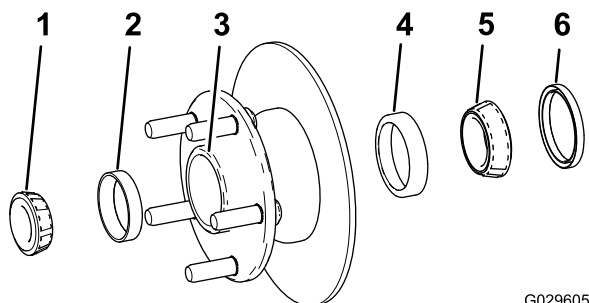

Figura 31
1. Retire el cojinete exterior y el anillo de rodadura del cubo (Figura 31).
2. Retire la junta, el cojinete interior y el anillo de rodadura del cubo (Figura 31).
5. Limpie el hueco del cubo para eliminar cualquier resto de grasa, suciedad y residuos (Figura 31).
7. Instale los anillos de rodadura interior y el exterior del cojinete en el cubo (Figura 31).
8. Llene el hueco del cubo hasta un 50-80% de su capacidad con grasa del tipo especificado (Figura 31).
9. Monte el cojinete interior sobre el anillo en el lado interior del cubo e instale la junta (Figura 31).